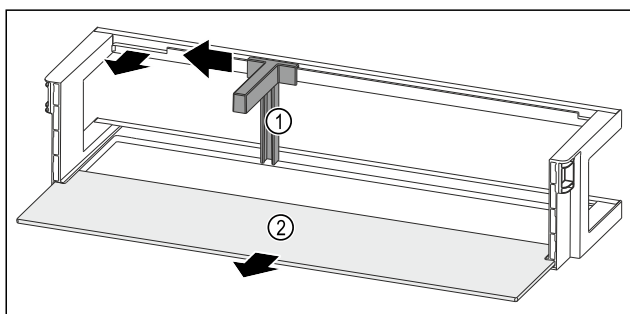

Fig. 163 Дверная полка с держателем для бутылок и съемной полкой
- Сместите держатель для бутылок Fig. 163 (1) до выемки в сторону.
- Извлеките держатель для бутылок Fig. 163 (1).
- Извлеките съемную полку Fig. 163 (2).